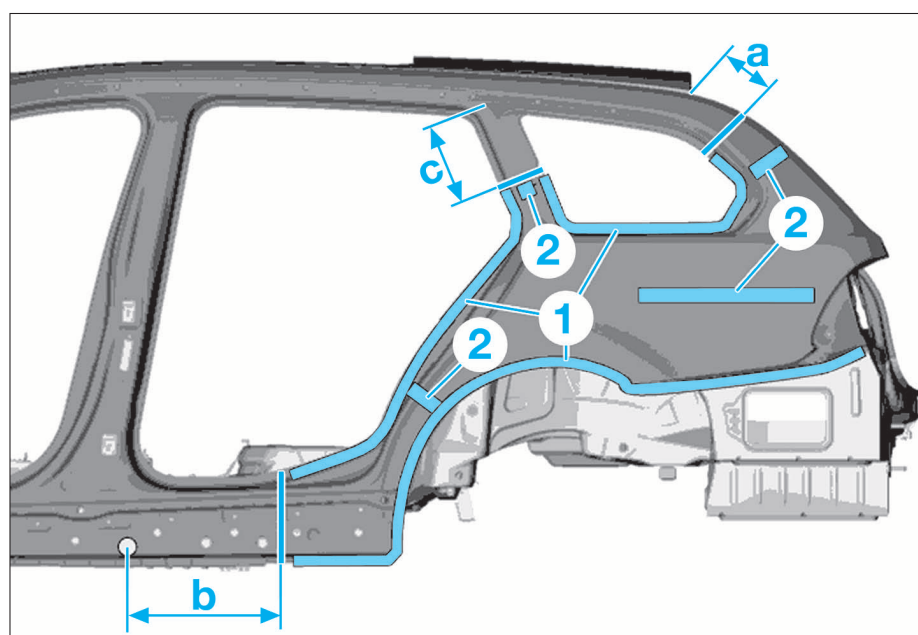

FIG. 24
- Tracer les lignes de coupe d'après les cotes puis effectuer les découpes (Fig.24).
- Dégager les cordons de soudure dans les zones (1) (Fig 24 et 25).
- Appliquer de la colle pour vitre sur les éléments d'insonorisation des corps creux (2) (Fig.24).